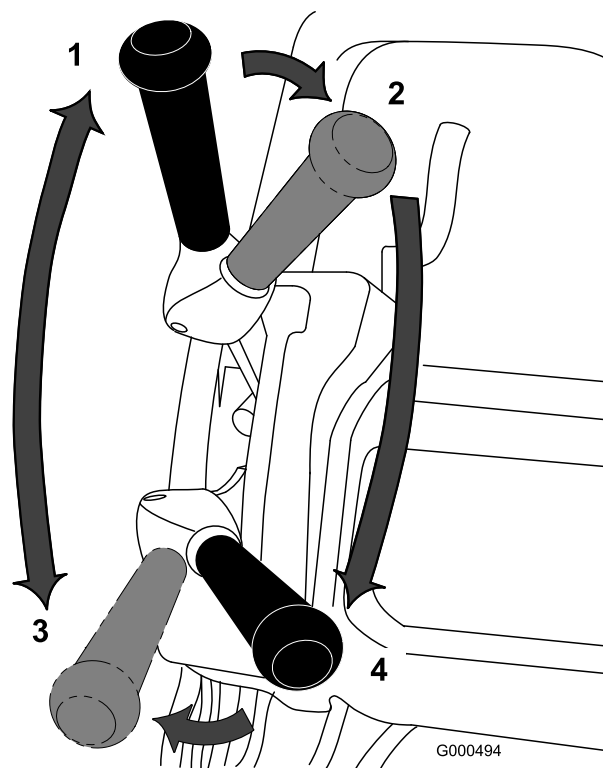

Рисунок 23
1. Запустите двигатель, установите дроссельную заслонку на пониженные обороты двигателя, нажмите на рукоятку вниз, чтобы поднять режущий блок, прижмите к рукоятке штангу контроля присутствия оператора, переведите рычаг управления тягой и приводом барабана в положение ПЕРЕДНИЙ ХОД (транспортировка) и переместите машину на край грина (Рисунок 23).
2. Переведите рычаг в НЕЙТРАЛЬНОЕ положение (Рисунок 23).
3. Переведите рычаг в положение «тяга — НЕЙТРАЛЬНОЕ положение, привод барабана ВЫКЛЮЧЕН»(Рисунок 23).
4. Переведите рычаг в положение «тяга — ПЕРЕДНИЙ ХОД, привод барабана ВКЛЮЧЕН» (Рисунок 23), увеличивайте с помощью дроссельной заслонки обороты двигателя до тех пор, пока машина не будет двигаться с требуемой скоростью, переместите машину на грин, опустите режущий блок на землю и начните скашивание.